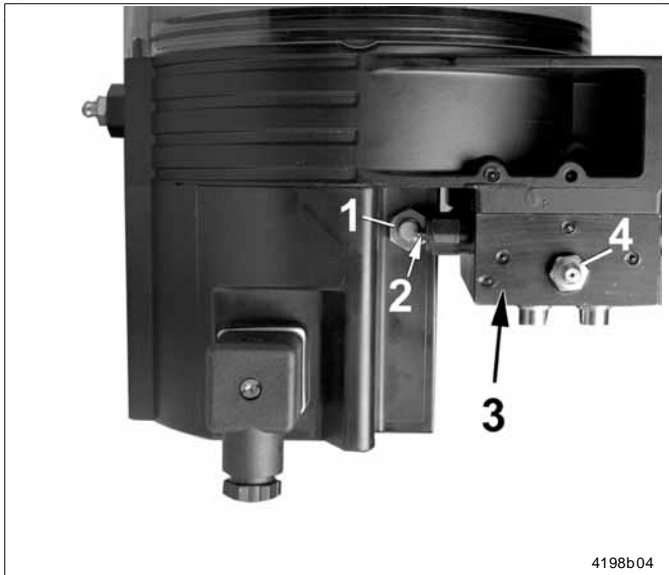

Abb. 6-1 QLS 401 mit hinten montiertem SSV Verteiler
- SSV Verteiler hinten montiert (siehe Abb. 6-1)
- Nachdem alle Schmierstellen Schmierstoff erhalten haben, ist ein kompletter Arbeitszyklus beendet. Danach schaltet ein Näherungsschalter 1 (Abb. 6-1) den Motor ab.